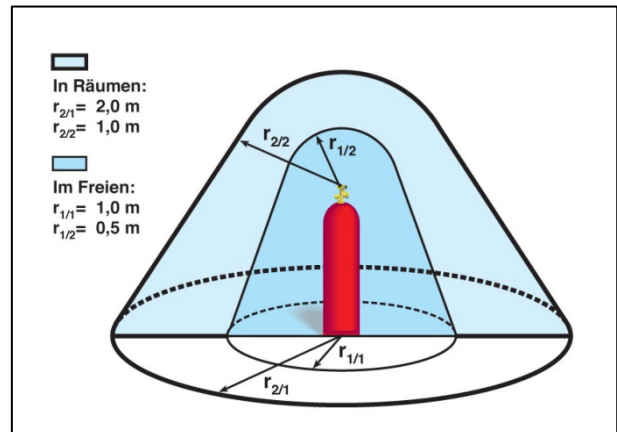

Bild 2 Gefahrenbereiche Flüssiggasflaschen
- 5.1 Gefahrenbereiche berücksichtigt (siehe Bild 2)